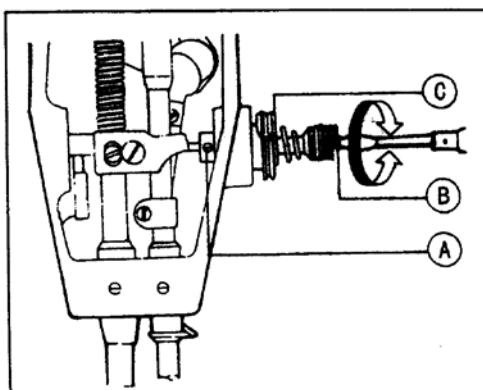

Рис. 13
14. Регулировка пружины устройства натяжения нити (рис. 13, 14)